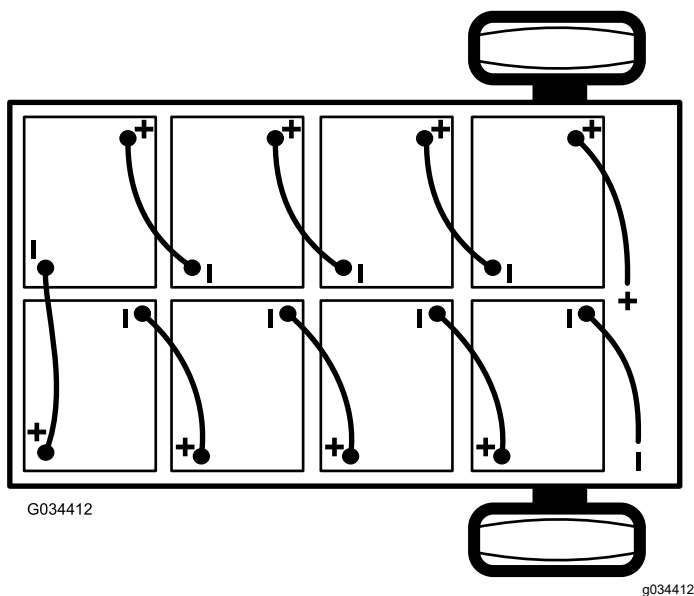

图 42
2. 断开将电池盒连接至机器接地点的主负极电池接线黑色 图 42。
3. 断开将电池盒连接至机器主接触器的主正极电池接线红色 图 42。
注意 安装新电池时要注意电池的极性 图 42。
6. 使用步骤 1 中卸下的电池互连线如 图 42 所示将电池连接到一起。
2. 连接电池盒与机器之间的正极电池接线红色 图 42。
3. 连接电池盒与机器之间的负极电池接线黑色 图 42。